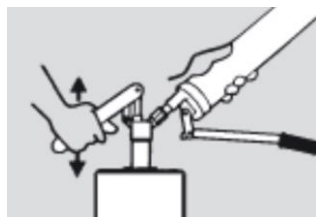

Fig. 4
3. Actionnez la pompe de remplissage pour remplir le corps cylindrique du pistolet graisseur (fig. 4).